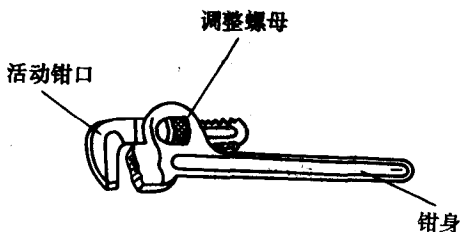

图 1-7 管子钳
6. 管子钳 管子钳由钳身、活动钳口和调整螺母组成，见图 1-7。其规格以手柄长度和夹持管子最大外径表示，如 200mm × 25mm、300mm × 40mm 等。主要用于装拆金属管子或其它圆形工件，是管路安装和修理工作